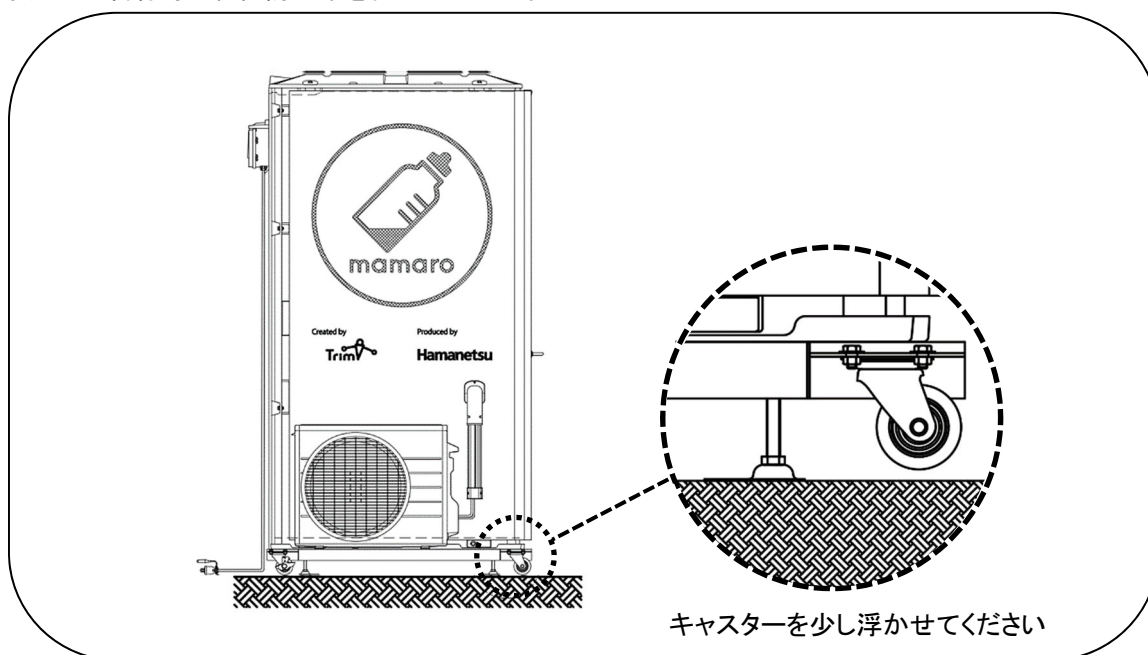

Fig. 5-1 設置時のキャスター
- ① ユニートを設置場所まで運び、キャスターをロックしてください。ロック付きのキャスターは後面側 2ヶ所になりますので両方ロックしてください。このときユニットが地面に沈む場合は地面を補強し沈まないようにしてください。
- ② スパナ(19 mm)を使用しアジャスターボルトを回し、設置面と接地させてください。
- ③ スパナ(19 mm)を使用しアジャスターボルトをさらに回し、転倒に注意し Fig. 5-1 のようにキャスターを少し浮かせてください。(キャスターは 40 mm まで浮かせることができます)
- ④ 必要に応じ番線等で転倒防止策を施してください。